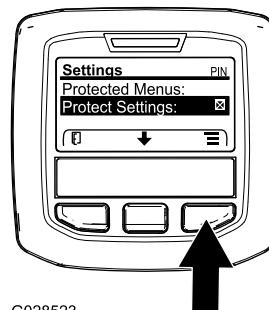

図 48
- 保護メニューにアクセスし、サブメニューのロックを解除する 図 48 アクセス制限付きメニューへのアクセス \(ページ 28\) を参照。